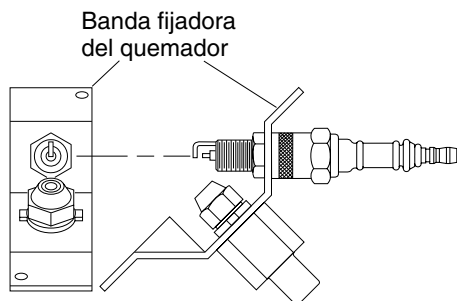

Figura 13 - Rotación de la bujía, modelo de 10,2 kW (35.000 Btu/hr)
10. Vuelva a colocar la banda fijadora del quemador en la bujía. Gire la banda fijadora del quemador para posicionar los electrodos de la bujía (vea la Figura 13).